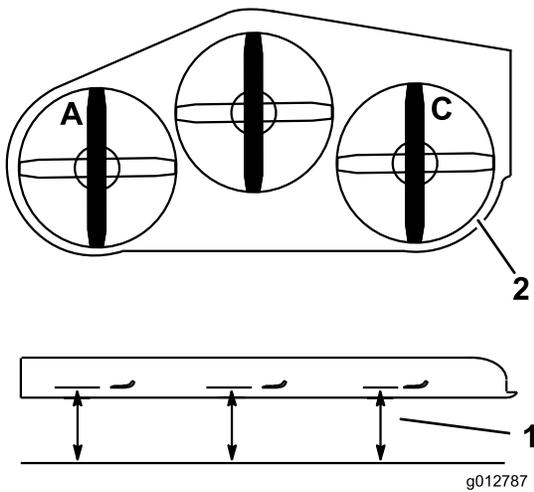

図 86
1. 左側のブレードを前後方向に向ける(図 86)。
2. A位置で、平らな床面から左側ブレードの刃先までの高さを測り、測定値を記録する(図 86)。
3. 右側のブレードを前後方向に向ける(図 86)。
4. C位置で、平らな床面から右側ブレードの刃先までの高さを測り、測定値を記録する(図 86)。
2. 左側のブレードを前後方向に向ける(図 86)。
3. **A**位置で、平らな床面から左側ブレードの刃先までの高さを測り、測定値を記録する(図 86)。
4. 右側のブレードを前後方向に向ける(図 86)。
5. **C**位置で、平らな床面から右側ブレードの刃先までの高さを測り、測定値を記録する(図 86)。